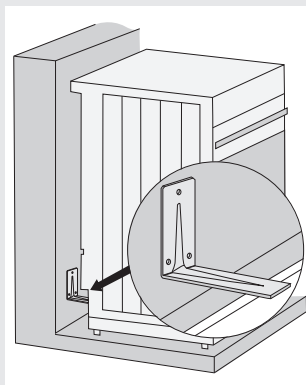

рис. 1
- Акуратно підніміть кріплення на правій і лівій стороні дверцят (позначка 1 на кріпленнях) та потягніть їх від скла (позначка 2 на кріпленнях) (див. Рис. 1)
- Повністю відкривши дверцята духовки, розверніть петлі назад(рис. 1)
- Розмістіть короткий кінець куточка відповідно до позначки на стіні. Довший кінець кронштейна повинен торкатися верхньої поверхні профілю в задній частині приладу (рис. 1).